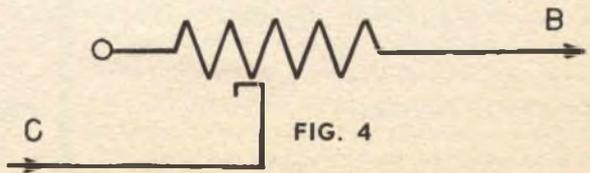

FIG. 4
bia precedente. Una maniglia (facoltativa) fatta con un pezzo di barra di 4 mm. e due chiodi ad occhiello, verrà fissata sulla parte superiore. Quattro piedi di gomma saranno fissati sotto la base. Per terminare questa gabbietta non resta che da eseguire la grata. Essa è formata da due traverse di mm. 10 x 10 di sezione e di 250 mm. di lunghezza le quali riceveranno le sbarre di filo ramato da 1,5 mm. di diametro. Nella traversa inferiore praticate i relativi fori a 10 mm. l'uno dall'altro lasciando al centro uno spazio non forato di 10 cm.. Ripetete l'operazione per la traversa superiore e al centro entro lo spazio di 10 centimetri praticate 8 buchi di 2 millimetri di diametro; nei buchi le sbarre della porta dovranno scivolare facilmente (fig. 4). Prima di montare la grata si preparerà la
Successivamente, sulla basetta, alle estremità inferiori della resistenza, verranno avvitate due viti di fermo, A e B sporgenti, tali da delimitare la corsa del contatto strisciante. La seconda di esse, la B, andrà collegata col capo estremo della resistenza, realizzando in pratica il resistore schematizzato in fig. 4; la vite A, invece, rimarrà libera.
3) Con la sega per livellare, tagliate il listello secondo la linea inclinata (fig. 4).